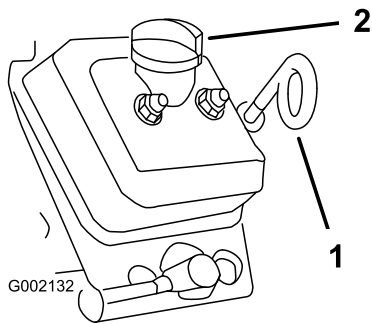

Bild 35
5. Reinigen Sie den Bereich um den Ölpeilstab und Fülldeckel (Bild 35), damit kein Schmutz in Peilstabrohr oder Füllstutzen gelangen und den Motor beschädigen kann.
6. Nehmen Sie den Peilstab heraus und wischen Sie ihn ab (**Bild 35**).
7. Stecken Sie den Peilstab in das Peilstabrohr und stellen Sie sicher, dass er vollständig eingeführt ist (**Bild 35**).
10. Setzen Sie den Fülldeckel auf (**Bild 35**).
11. Stecken Sie den Ölpeilstab vollständig ein (**Bild 35**).